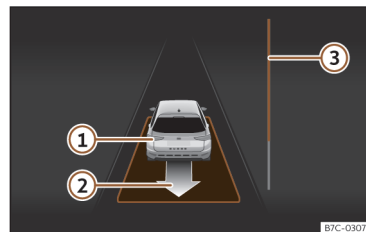

Fig. 139 No ecrã do painel de instrumentos: sair do estacionamento de um lugar em paralelo.
- Retroceda até soar o sinal contínuo do ParkPilot; **OU:** faça marcha-atrás até aparecer a indicação de fazer marcha à frente no ecrã do painel de instrumentos. A barra de progresso >>> **Fig. 139** ③ indica a distância a percorrer.